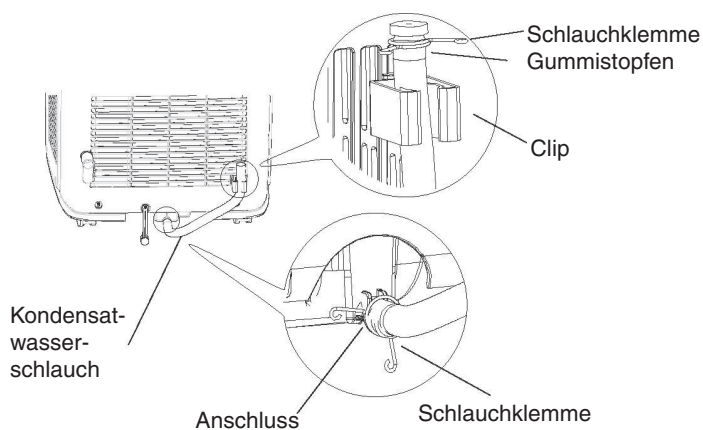

Bild 13: Kondenswasserablaufschlauch anbringen
4. Kondenswasserablaufschlauch mit dem mitgelieferten Gummipropfen verschließen und diesen ebenfalls mit einer Schlauchklemme fixieren. Schlauch am Clip befestigen (siehe Bild 13).